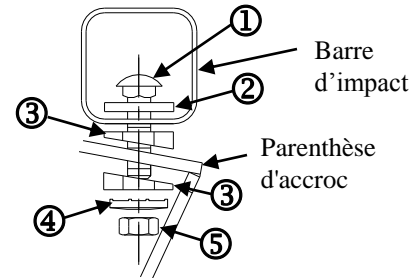

Figure 2.
- Fixer les blocs avec du ruban avant de soulever l'attelage en position. Orienter le blocs comme illustré. Voir la Figure 2.
- Courber et insérer les écrous de levier dans les trous d'accès du cadre et installer deux (2) boulons 1/2"-13 et leurs rondelles coniques, comme illustré.